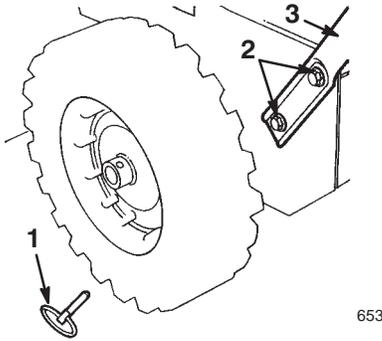

Bild 2
2. Entfernen Sie die Achszapfen an beiden Rädern (Bild 2) und schieben Sie die Räder ungefähr 2,5 cm auf der Achse nach außen.
4. Positionieren Sie den linken Teil des Griffelements an der linken Seite der Schneefräse, richten Sie die Griffbefestigungslöcher auf die Löcher in der Seitenplatte aus und befestigen Sie den Griff mit zwei Schrauben und Wellenscheiben per Hand (Bild 2).